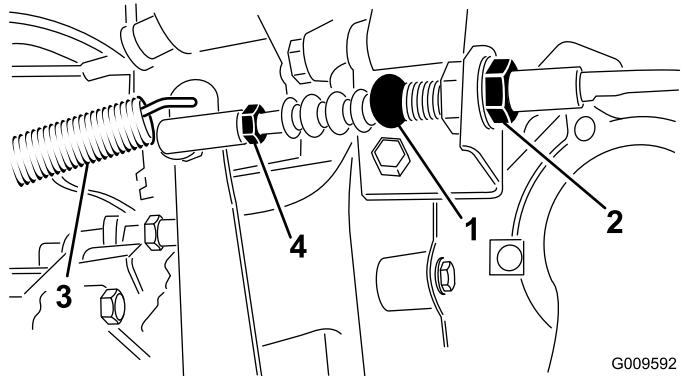

Figura 73
1. Afloje las contratuerzas que fijan el cable del embrague al soporte de la carcasa (Figura 73).